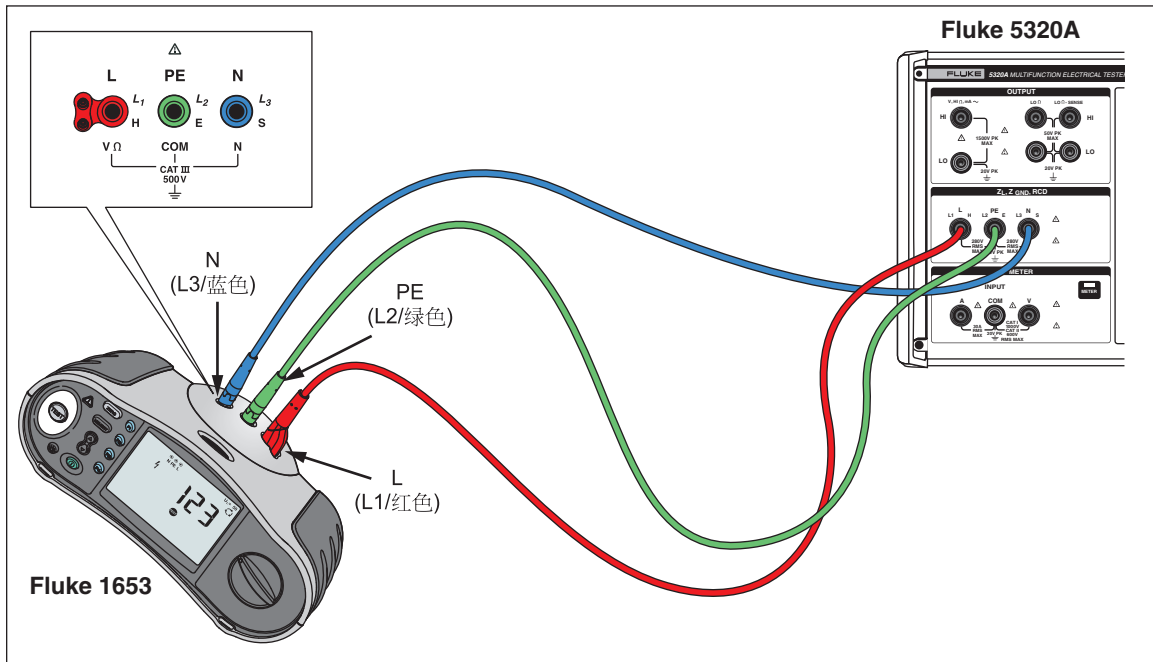

图7-17.RCD 跳闸时间和跳闸电流校准
2. 使用图7-17，将 UUT 连接到校准器的 L、PE 和 N 端子。
1. 使用图7-17，将 UUT 连接到校准器的 L、PE 和 N 端子。
- 使用图 7-17，将 UUT 连接到校准器的 L、PE 和 N 端子。
2. 使用图 7-17，将 UUT 连接到校准器的 **L**、**PE** 和 **N** 端子。